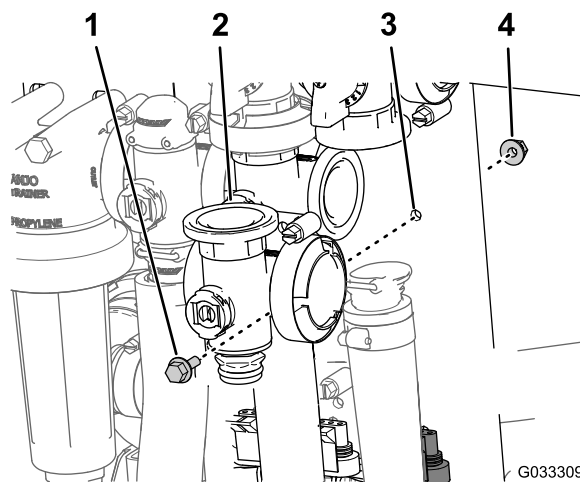

Figura 67
3. Rimuovete il bullone a testa flangiata e il dado di bloccaggio flangiato che fissano la valvola di sezione principale al supporto della valvola e rimuovete il collettore della valvola dalla macchina (Figura 67).